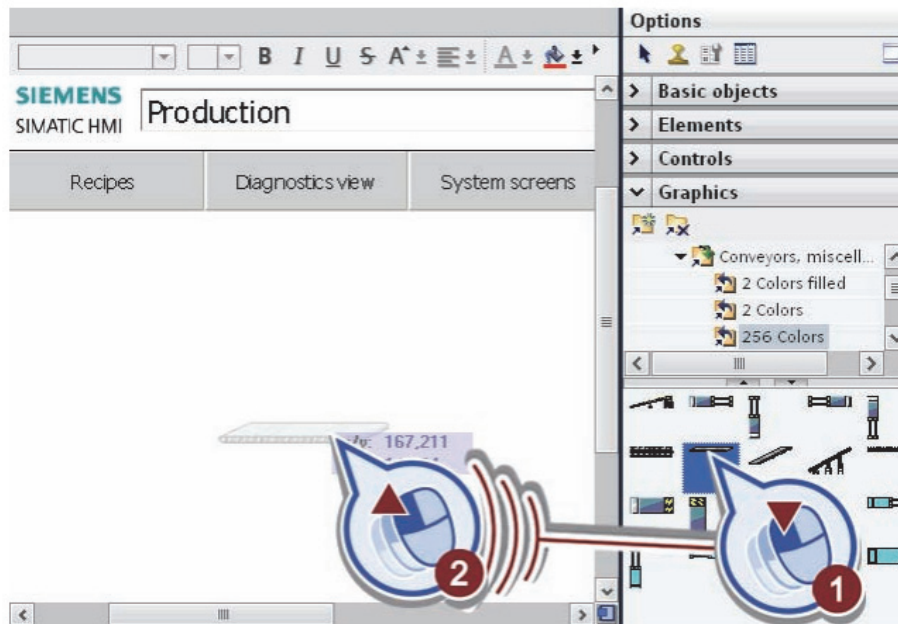

Рис. 3.4. Добавление конвейера
- Добавить изображения для конвейерной ленты (рис. 3.4):